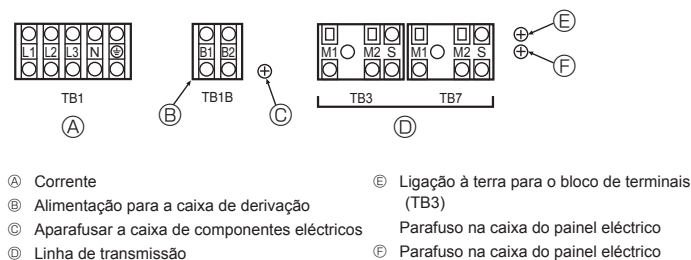

Fig. 6-1
6.2. Caixa de controlo e posição de ligação da cablagem (Fig. 6-1)
- Ligue a linha de transmissão da unidade interior ao bloco de terminais de transmissão (TB3), ou ligue a cablagem entre as unidades exteriores ou a cablagem do sistema de controlo central ao bloco de terminais de controlo central (TB7). Quando utilizar cablagem blindada, ligue o fio de terra blindado da linha de transmissão da unidade interior ao parafuso (E ou F) e ligue o fio de terra blindado da linha entre as unidades exteriores e a linha de transmissão do sistema de controlo central ao terminal blindado (S) do bloco de terminais de controlo central (TB7). Além disso, no caso das unidades exteriores, cujo conector de corrente CN41 tenha sido substituído pelo CN40, o terminal blindado (S) do bloco de terminais do sistema de controlo central (TB7) também deve ser ligado ao parafuso E ou F utilizando o fio condutor incorporado.